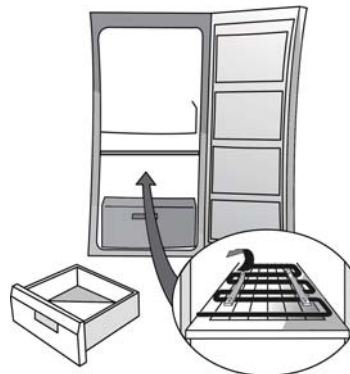

**Рис. 1**
- Установите прокладки (Рис. 1, 2 или 3 в зависимости от модели)